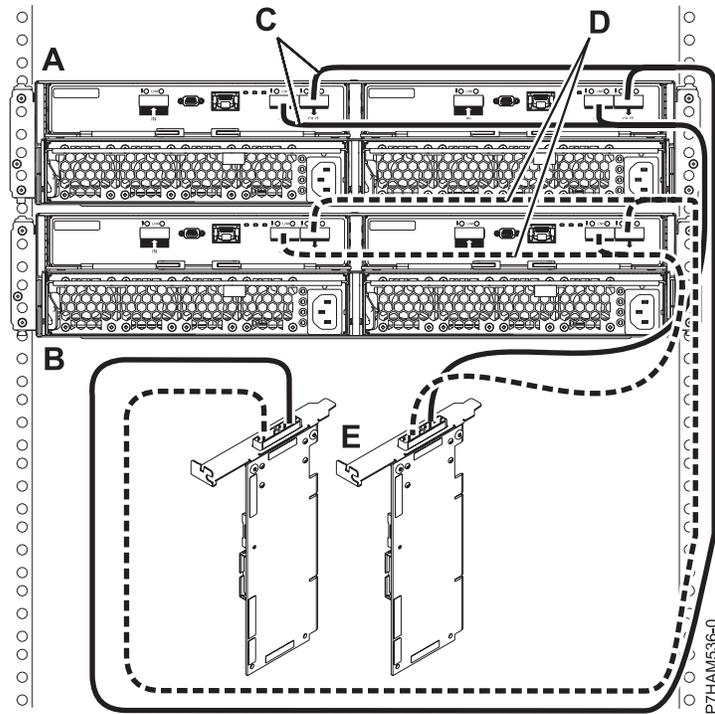

Abbildung 15. Modus 1-Anschluss von zwei Plattenlaufwerkgehäusen 5887 mit YO-Kabeln an ein SAS-Adapterpaar
15. Schließen Sie zwei Plattenlaufwerkgehäuse 5887 im Modus 1 (A und B) mit YO-Kabeln (C und D) an ein SAS-Adapterpaar (E) an. Siehe Abb. 15 auf Seite 17.